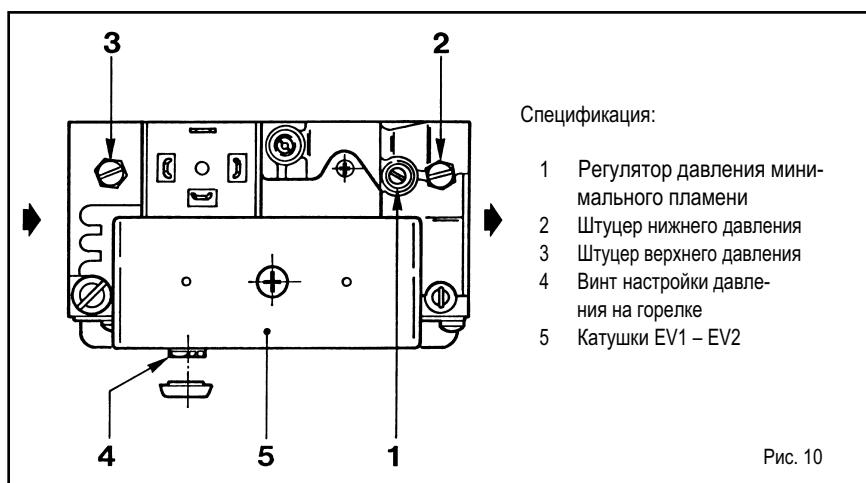
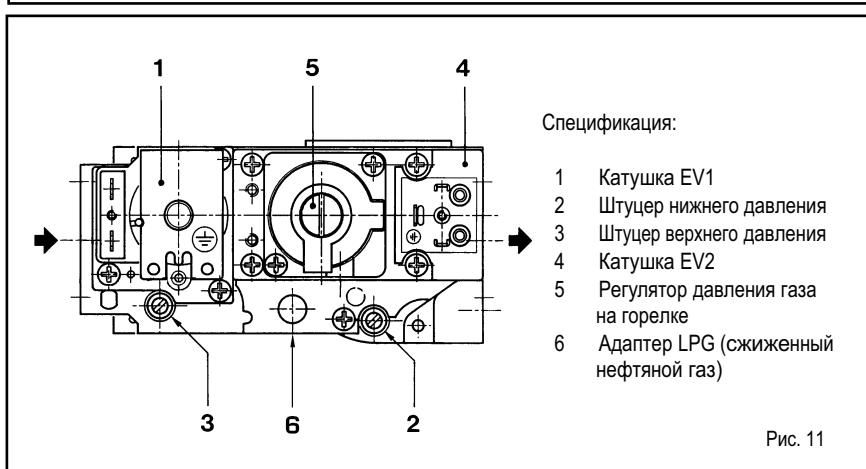

Рис. 10
Рис. 11
Котлы "RX 19÷26", с электронным розжигом, фабрично комплектуются газовым клапаном SIT 830 TANDEM (рис.10). При первом запуске котла рекомендуется продуть подводящий газопровод через штуцер верхнего давления клапана (3). Для настройки давления газа на горелке снимите колпачок, установленный на регуляторе давления (4). Регулировка осуществляется при помощи винта, находящегося под колпачком. Для увеличения давления, подаваемого на горелку, поверните винт по часовой стрелке, для уменьшения - против часовой стрелки.
Котлы с электронным розжигом "RX 37÷55" фабрично комплектуются газовым клапаном HONEYWELL VR4605C (рис.11). При первом запуске котла рекомендуется продуть подводящий газопровод через штуцер верхнего давления клапана (3). Для настройки давления газа на горелке снимите колпачок, установленный на регуляторе давления (5).
- Удалите колпачок, установленный на регуляторе давления, и завинтите до упора винт регулирования (4 рис.10 и 5 рис.11).
- Установите на клапане адаптер (6 рис. 11).